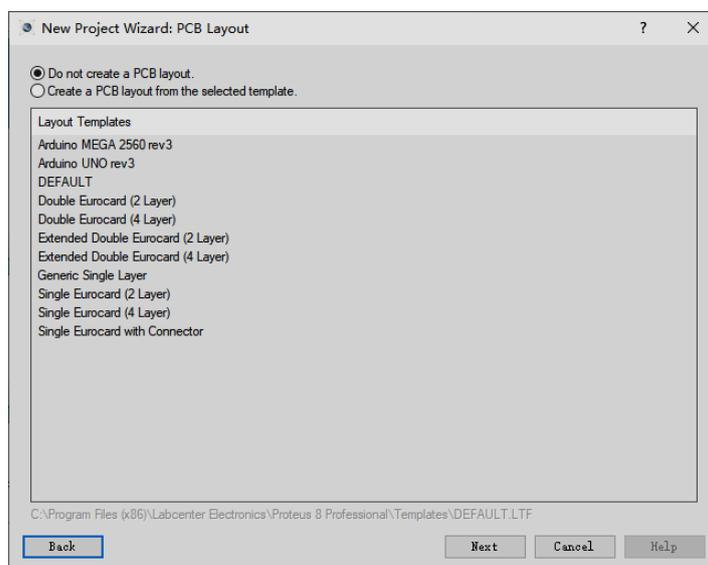

图 1-3 新建工程 “ New Project Wizard:PCB Layout ” 页面
(3) 选择好原理图的样式大小后，点击“Next”按钮，进入“New Project Wizard:PCB Layout”页面，选择 PCB 模板，如不需要可选择默认选项，如图 1-3 所示。